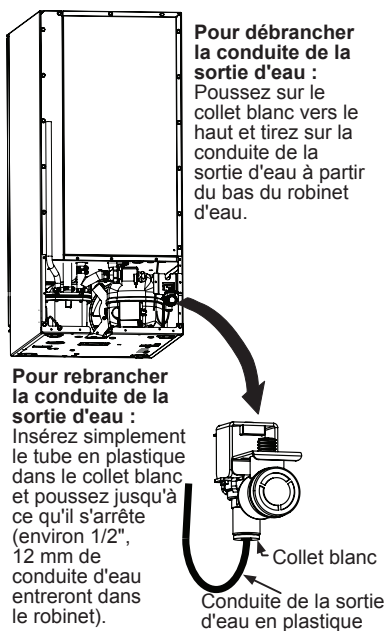

Figure 4
7. Débranchez la conduite d'eau de la prise du robinet d'eau vers le réservoir et vidangez l'eau restante dans la zone qui retient la conduite d'eau (Figure 4).
8. Rebranchez la conduite d'eau de la prise du robinet d'eau (Figure 4).